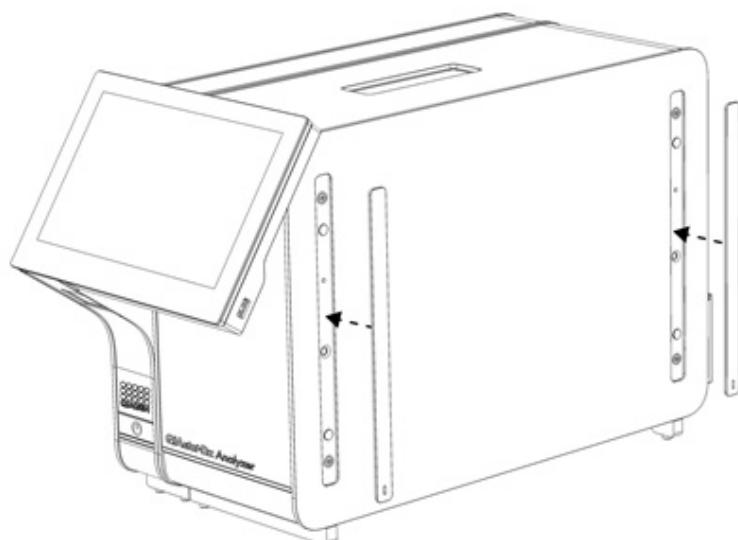

Figura 7. Riapplicazione dei coperchi di protezione.
4. Riapplicare i coperchi di protezione sul lato del modulo analitico (Figura 7).